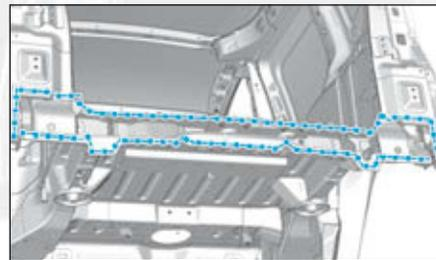

FIG. 190
• Préparer les zones d'accostage et les protéger par un apprêt soudable indice "C7" (Fig.190).